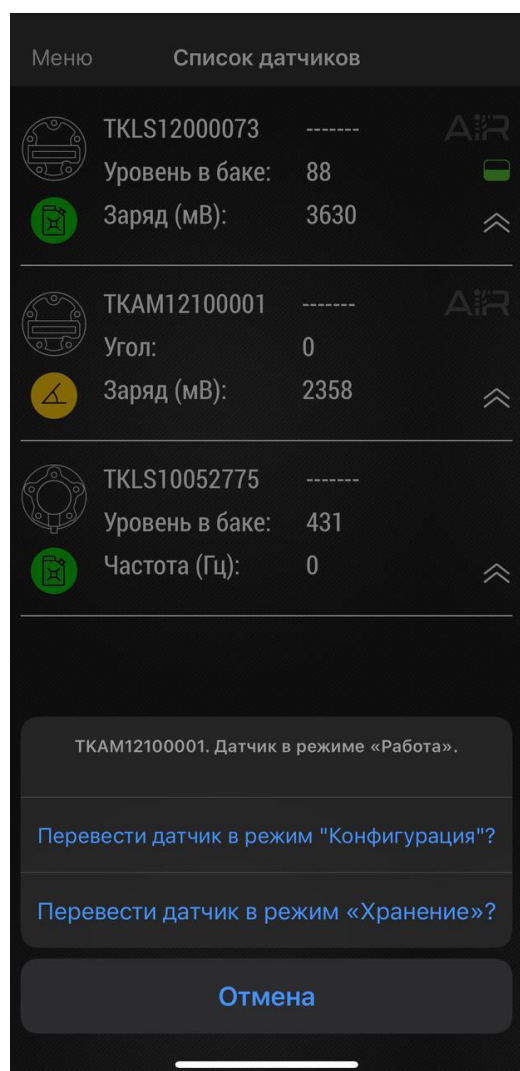

Рис.37. Выбор режима.
- После считывания NFC метки появится меню выбора режима датчика (**Рис.37**). Далее выберите режим: «Хранение».